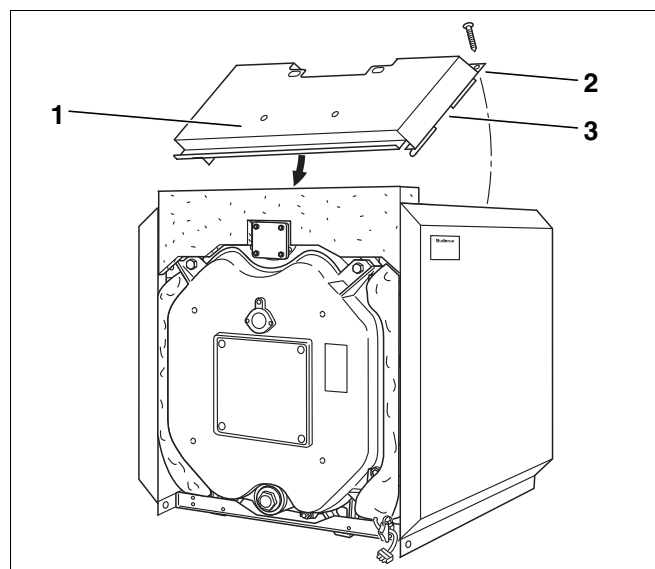

Fig. 36 Montaggio – Copertura anteriore
- ▶ Mettere la copertura anteriore (fig. 36, [1]) fra i pannelli laterali, in modo tale, che il ritaglio (fig. 36, [3]) faccia presa sopra la traversa.
- ▶ Avvitare la copertura, sulla parte posteriore, ogni volta con una vite autofilettante (fig. 36, [2]) ai pannelli laterali.